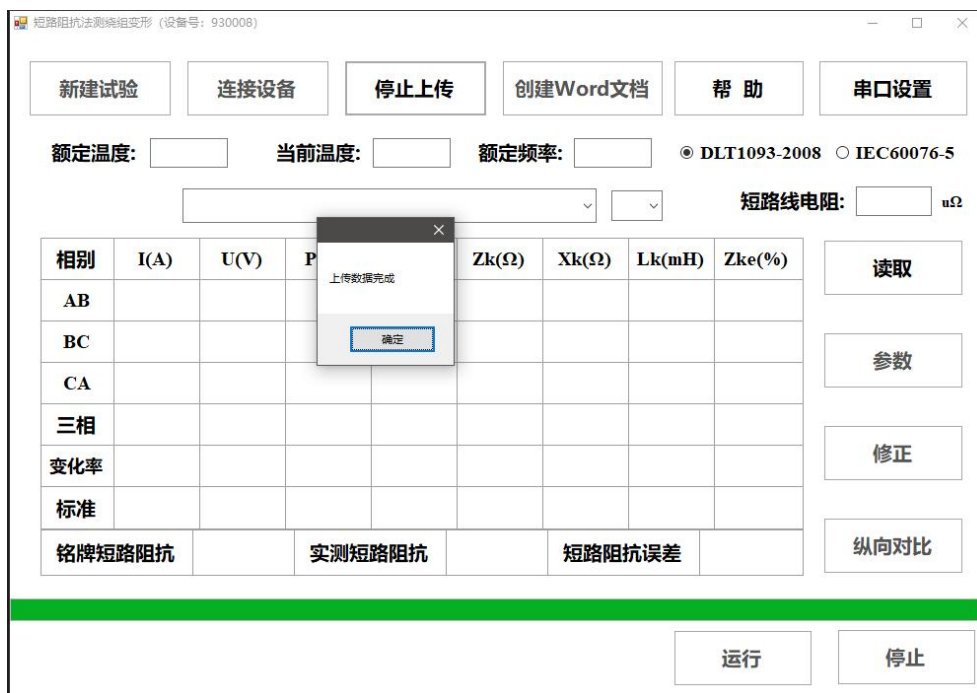

图 4.30 短路阻抗数据传输界面
(3) 点击“上传数据”, PC 端开始与仪器传输数据, 如图 4.30 所示。绿色进度条走完, 弹出“上传数据完成”窗口, 数据传输成功 (传输过程中, 不要插拔 USB 线或点击其他按钮)。